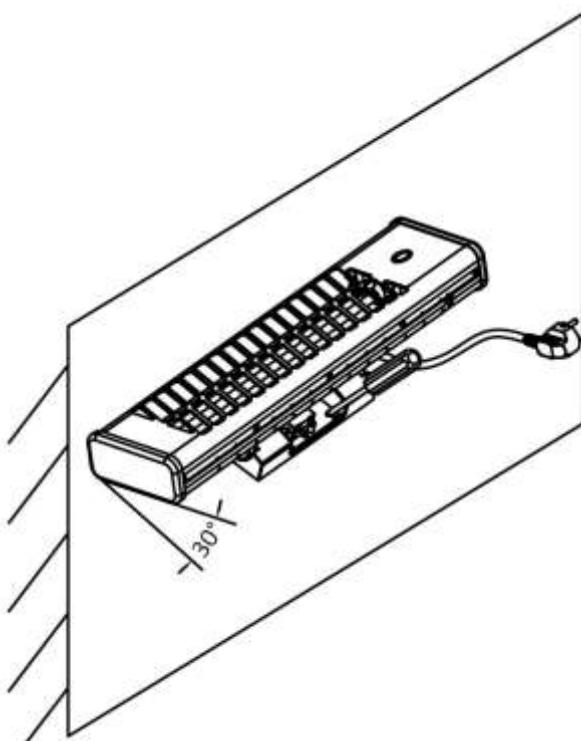

Fig.6
- Draai de kachel op de muur helemaal omhoog en maak vervolgens de onderkant van de muurhouder vast met nog twee schroeven. (Zie Fig. 6) De kachel is nu stevig aan de muur vastgemaakt.